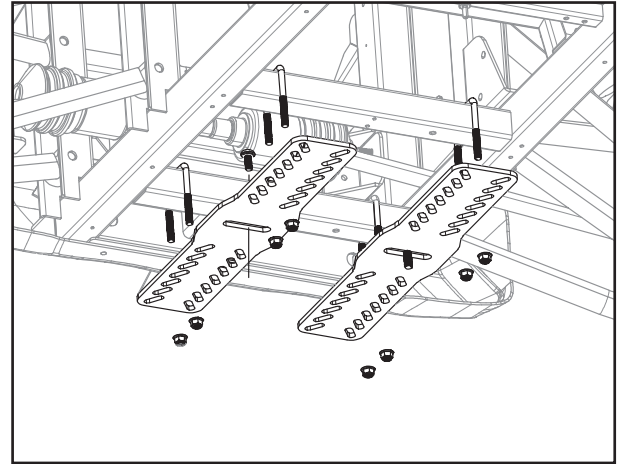

Fig. 2
**Étape 5 : Installez le support de montage horizontal (1) sur le châssis du véhicule.** Assurez-vous que le véhicule est froid avant de commencer. Une fois le véhicule soulevé, les roues calées et les freins serrés, regardez sous le véhicule et déterminez si le châssis est en tubes ronds ou en tubes carrés. Utilisez les boulons en U pour tubes ronds (10) si le châssis est en tubes ronds, et les boulons en U pour tubes carrés (1 et 2) si le châssis est en tubes carrés. Remarque: choisissez la forme et la taille appropriées au besoin
2. Installez un boulon de carrosserie (3) dans la fente centrale de chaque support de montage vertical (9) et utilisez un morceau de ruban adhésif au dos du boulon pour le maintenir en place. (Fig.2)
3. En écartant le plus possible les boulons en U, placez un support de montage vertical (9) sur les boulons en U, les
filetages du boulon de carrosserie (3) étant orientés vers le bas. Placez un contre-écrou à collerette (8) sur chaque filetage de boulon en U (4 au total). Vissez les contre-écrous de manière à ce qu'ils touchent le support de montage vertical (9), mais ne les serrez pas. Répétez cette opération pour l'autre support de montage vertical (fig. 2).
4. Placez le support de montage horizontal (7) sur les deux boulons de carrosserie (3). Placez deux rondelles plates (4) sur les boulons de carrosserie (3), puis vissez les contre-écrous (4) de manière à ce qu'ils touchent le support de montage horizontal (7), mais ne les serrez pas.
5. Serrez les huit contre-écrous (8) sur les boulons en U à un couple compris entre 21,7 et 24,9 Nm (192 et 220 po-lb).
6. Utilisez une équerre de charpentier et vérifiez que le support de montage horizontal (7) est perpendiculaire au châssis du véhicule. Serrez les deux contre-écrous (4) à un couple compris entre 6,2 et 7,3 Nm (55 et 65 po-lb).
7. La barre de poussée (26) étant dans la bonne orientation, placez les oreilles de la barre de poussée (26) sur les fentes avant ou arrière du support de montage horizontal (7). Fixez-la en place à l'aide des axes de chape à dégagement rapide (5) et installez les épingles à cheveux (6) sur les deux axes de chape (11) pour éviter qu'ils ne tombent.
**ÉTAPE 6 : Installez la lame sur la barre de poussée.** Placez une entretoise (24) dans les trous de chaque côté de la barre de poussée (26), puis alignez les trous de la lame principale (27) et insérez un boulon (22) avec une rondelle plate (23) depuis l'extérieur. Assurez-vous que l'entretoise (24) est correctement insérée dans le trou. Placez une autre rondelle plate (23) sur le boulon, puis vissez le contre-écrou (25) sur le boulon, mais ne le serrez pas. Répétez l'opération pour l'autre côté. Serrez les deux boulons (22) et les contre-écrous (25) à un couple compris entre 6,2 et 7,3 Nm (55 et 65 po-lb). Vérifiez que la lame (16) peut être inclinée vers l'avant et vers l'arrière. Si ce n'est pas le cas, vérifiez la position de l'entretoise (29). Sélectionnez la position souhaitée pour le boulon d'arrêt de pas (21) et fixez-le solidement en place à l'aide du contre-écrou (20). Répétez pour l'autre côté. Installez les boulons à œil (13) dans les trous situés en haut de la lame, puis accrochez chaque ressort d'extension (14) entre le boulon à œil (13) et les trous situés à l'arrière de l'ensemble pivotant. Si le ressort d'extension (14) ne peut être accroché à la fois au boulon à œil (13) et aux trous de la lame, desserrez le contre-écrou du boulon à œil jusqu'à ce qu'il y ait suffisamment de jeu. Serrez l'écrou sur le boulon à œil (25) jusqu'à ce que le ressort commence à s'étirer.
**ÉTAPE 7 : Installez les pieds de nivellement sur la lame.** Placez une entretoise (18) sur l'arbre du pied de nivellement (19), puis insérez l'arbre du pied de nivellement (19) dans le trou situé à l'arrière et en bas de la lame (27). Placez six rondelles plates (17) sur l'arbre du pied de nivellement (19), puis placez une autre entretoise (18) sur l'arbre du pied de nivellement (19). Installez l'axe de chape d'anneau de verrouillage (16) à travers le trou de l'arbre du pied de nivellement
(19) pour le maintenir en place. Répétez cette opération pour l'autre pied de nivellement (n° 19). Pour régler la hauteur du pied de nivellement (19), retirez le pied de nivellement (19), déplacez un certain nombre de rondelles sur le côté opposé, puis réinstallez-le. Veillez toujours à ce que les deux pieds de nivellement (19) comportent au moins une entretoise en haut et en bas, et le même nombre de rondelles des deux côtés de la lame.